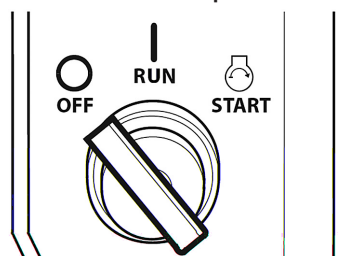

Рис. 22 Положения замка зажигания
1. Вставьте ключ в замок зажигания. Поверните ключ в замке зажигания в положение «RUN» (Включено). (Рис. 22).
При возникновении аварийной ситуации, для экстренной остановки двигателя мотопомпы поверните ключ зажигания в положение «OFF» (ВЫКЛЮЧЕНО) (Рис. 22).
3. Поверните ключ зажигания в положение «OFF» (ВЫКЛЮЧЕНО) (Рис. 22).